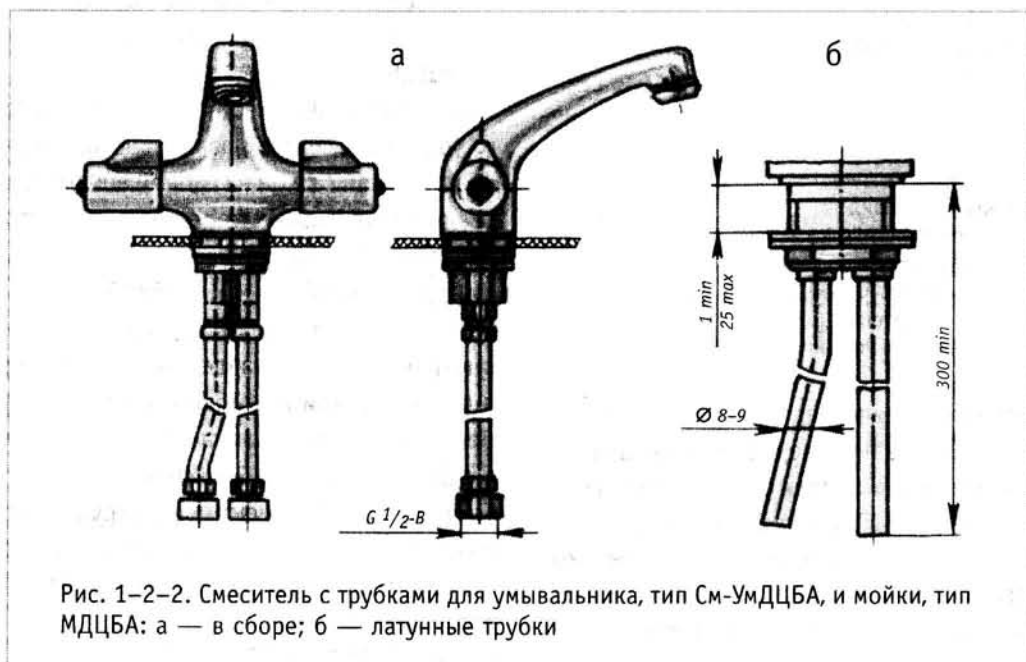

Рис. 1-2-2. Смеситель с трубками для умывальника, тип См-УмДЦБА, и мойки, тип МДЦБА: а — в сборе; б — латунные трубки
2. Типы смесителя: См-УмДЦБА (рис. 1-2-2а) — для умывальника, См-МДЦБА (рис. 1-2-2а) —